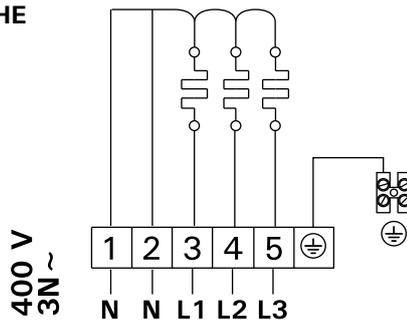

Figure 5. Raccordement électrique
- Le câble de raccordement (figure 5: A) doit être un câble caoutchouté de type H07RN-F ou équivalent. **NB ! Le recours à un câble isolé en PVC comme câble de raccordement est interdit en raison de sa sensibilité à la chaleur.**
- Le centre de commande du poêle est équipé, parallèlement aux bornes de secteur, d'une borne (P) permettant le contrôle du chauffage électrique (figure 5). Le câble de contrôle du
- PCEE: Installez le capteur comme indiqué dans l'illustration 6. Branchez le câble du capteur sur le connecteur du poêle en respectant le code couleur (figure 5).